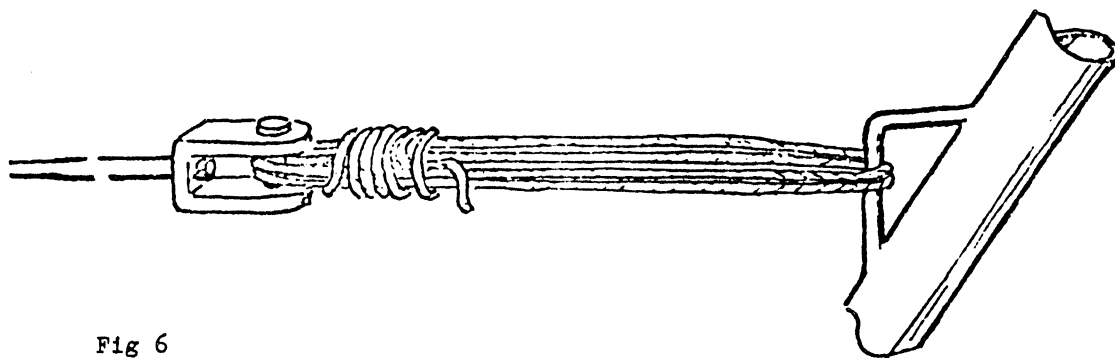

Fig 6
- 25 Montera bom, mantågsstöttor, mantåg, block, kapell mm. Tejp runt mantågen vid stöttorna skyddar plathöljet mot nötning. Mantågen fästes upp mot akterräcket enligt fig 6.